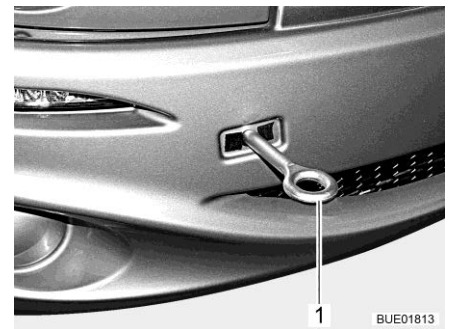

Bild 48 Bogserögla, monterad
- Montera bogseröglan (Bild 48,1) enligt anvisningarna i bruksanvisningen till basfordonet.